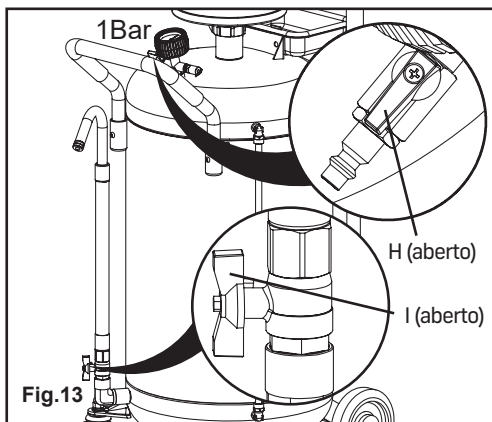

Fig.13
13. Abra a válvula (I), conecte o suprimento de ar e, em seguida, abra a válvula (H) para iniciar a drenagem. (Veja a Fig. 13)